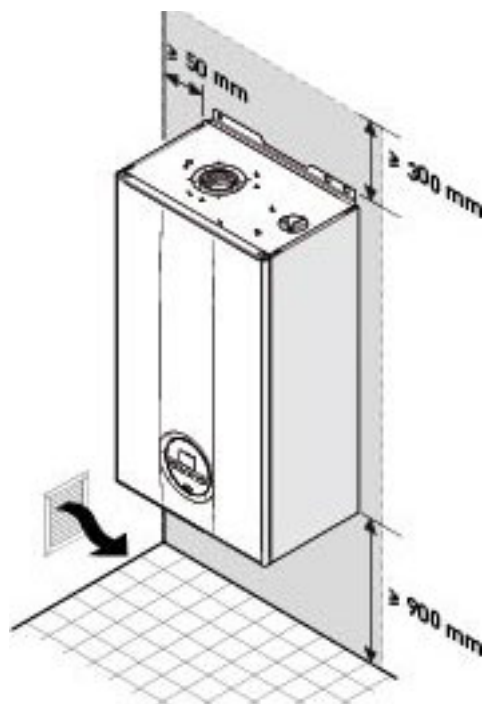

Fig. 12
- Tenga en cuenta los espacios necesarios para poder acceder a los dispositivos de seguridad/regulación y para poder llevar a cabo las tareas de mantenimiento (véase Fig. 12).